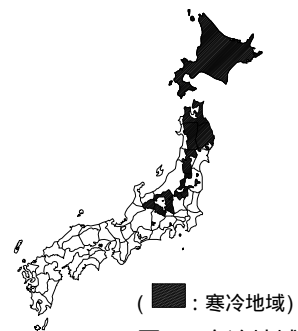

図1 寒冷地域
- 5 寒冷地域とは「住宅に係わるエネルギーの使用の合理化に関する建築主の判断の基準(平成18年 経産省・国交省告示第3号、平成21年 経産省・国交省告示第1号一部改正)」におけるおおよび 地域とします。図1に寒冷地域を示します。